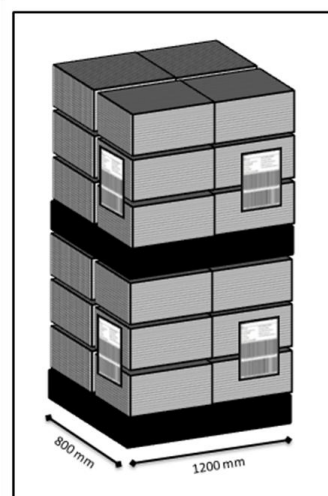

Figura 20 - Identificação GS1-128 / EAN 128 em Paletes sobrepostas
- Em entregas de paletes sobrepostas, as etiquetas têm que se apresentar viradas para o mesmo lado (Figura 20).